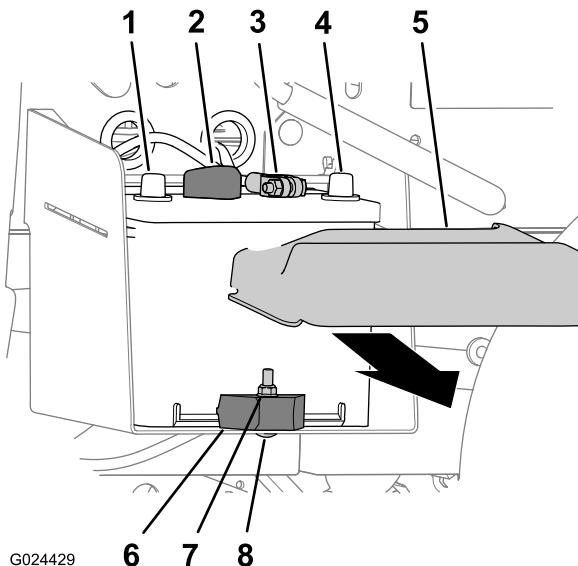

Figura 48
1. Apriete los lados de la tapa de la batería y retire la tapa de la parte superior de la batería (Figura 48).
- Desconecte el cable negativo (negro) de la batería del borne de la batería (Figura 48).
- Desconecte el cable positivo (rojo) del borne de la batería (Figura 48).
- Retire la contratuercia, el perno de cuello cuadrado y la abrazadera que sujetan la batería a la bandeja de la batería (Figura 48).
- Retire la batería de su bandeja (Figura 48).
- Alinee la batería con la bandeja de la batería de la máquina (Figura 48).
Nota: Asegúrese de que los bornes positivo y negativo de la batería están alineados según se muestra en Figura 48.
- Sujete la batería a la bandeja de la batería con la abrazadera, el perno de cuello cuadrado y la contratuercia (Figura 48).
- Conecte el cable positivo (rojo) de la batería al borne de la batería (Figura 48).
- Conecte el cable negativo (negro) al borne de la batería (Figura 48).
- Instale la tapa de la batería en la parte superior de la batería (Figura 48).